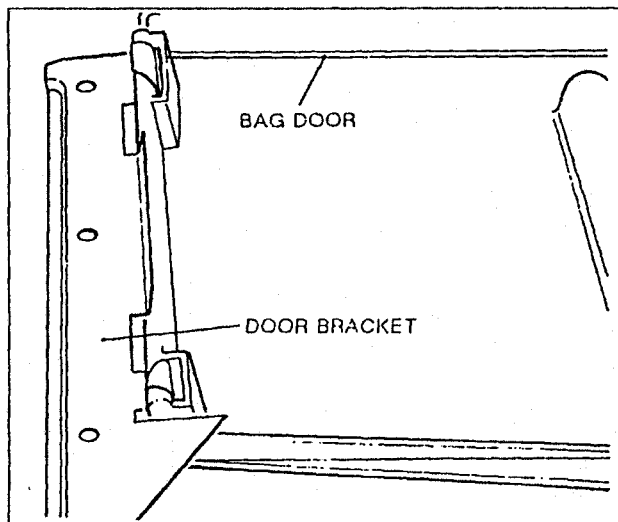

Fig. 2
2. Slide bag door on to door bracket (Fig. 2).